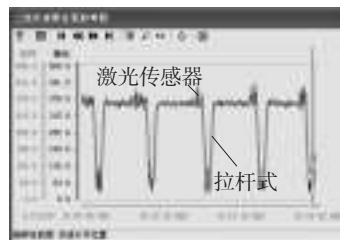

图2 二线步进梁位置趋势
3)传感器调试。通过调试2号高线步进梁激光传感器,使两种传感器的测量最高值、最小值、反应速度基本一致;通过调整安装位置,减少传感器受到外界振动干扰,可以减少激光传感器输出信号的毛刺,位置趋势见图2。